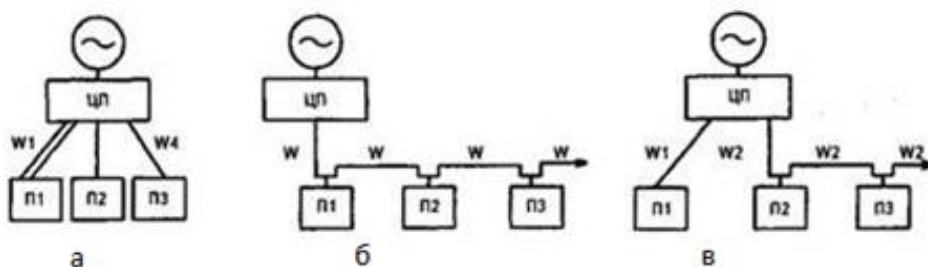

Рис.1
2. Рассмотрите рисунок 1 со схемами электроснабжения (а, б, в). Укажите, какая схема является смешанной, магистральной и радиальной. Кратко опишите принцип работы каждой схемы и назовите по одному преимуществу и недостатку.